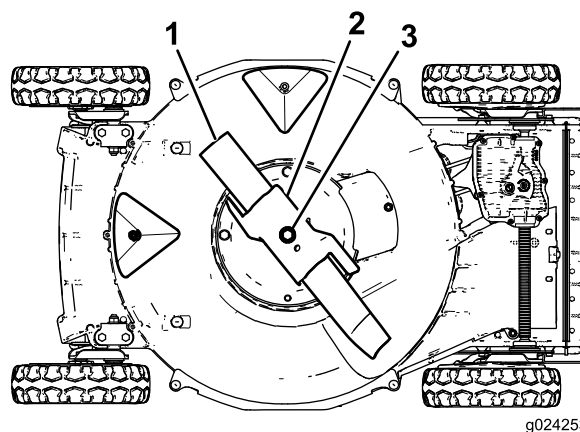

Bild 20
4. Kippen Sie die Maschine auf die **rechte** Seite (Luftfilter nach oben), wie in Bild 20 abgebildet.